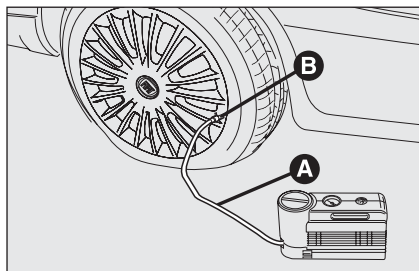

fig. 15
- Serrer le frein à main.** Dévisser le capuchon de la valve du pneu, enlever le tuyau flexible de remplissage **A**-fig. 15 et visser la bague **B** sur la valve du pneu;